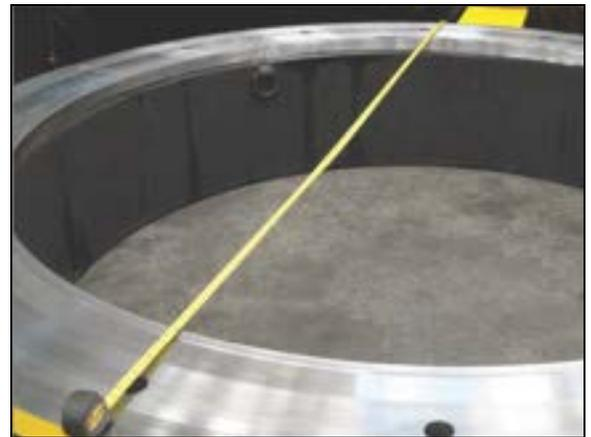

ABBILDUNG 3-6. WERKSTÜCK AUSMESSEN
2. Die Oberfläche für die Montage ausmessen und die geeigneten Bauteile für die Bearbeitung wählen. Schorfplatten (nicht im Lieferumfang der Maschine) oder andere Montageflächen je nach Bedarf (Abbildung 3-6) montieren.